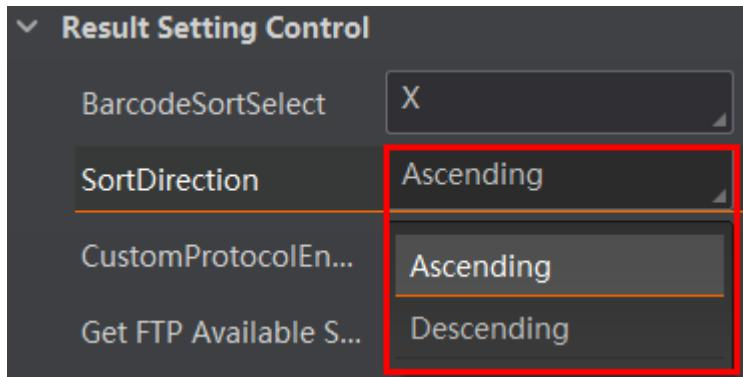

图3-56 条码输出排序规则
- (可选) BarcodeSortSelect 参数选择为 X 或 Y 时，需要设置 SortDirection 参数，即排序规则。可选择 Ascending（升序）或 Descending（降序），如图 3-56 所示。